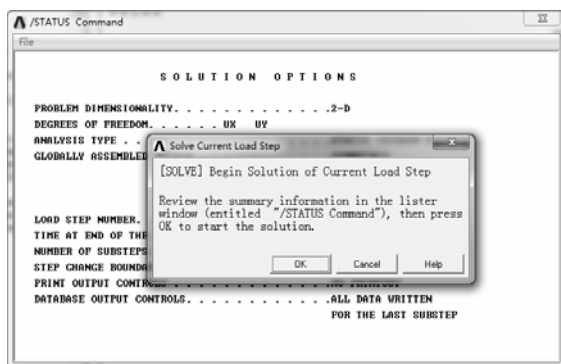

图 6-33 求解信息窗口
1) 选择“Main Menu>Solution>Solve>Current LS”命令，弹出图 6-33 所示的求解信息